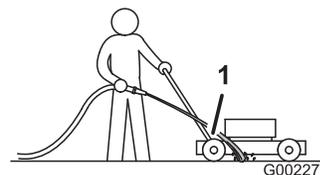

Figura 28
3. Sujete la manguera a la altura del manillar y dirija el agua para que fluya sobre el suelo justo por delante de la rueda trasera derecha (Figura 28).